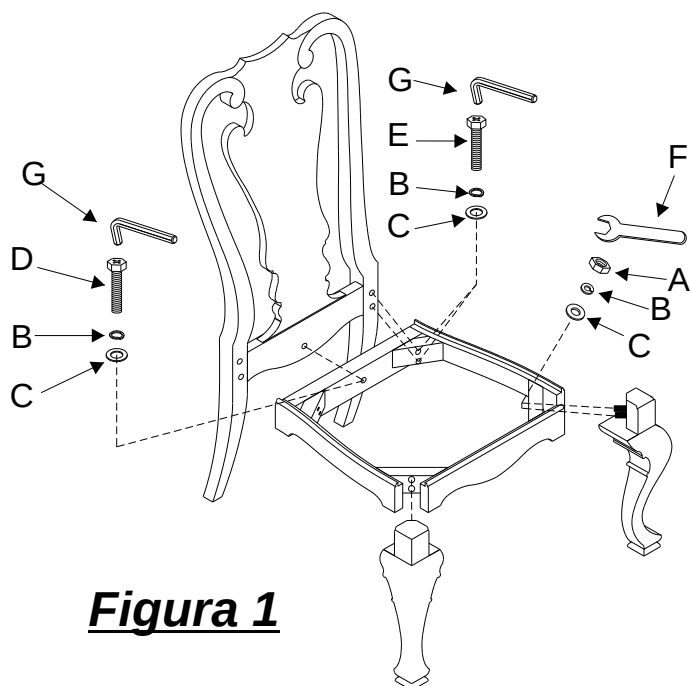

Figura 1
1. Sujetar el **Asiento** al respaldo las patas detrás con los **Tornillos (E&D)**, antemano colocados con una **Arandela de Parada (B)** y una **Arandela Plana (C)**. Apretar con el **Jalón Allen (G)** sin apretar demasiado durante el montaje. Véa **Figura 1**.
2. Sujetar el **Asiento** a la patas de delante con una **Arandela Plana (C)**, una **Arandela de Parada (B)** y una **Tuerca (A)** sobre los tornillos de las patas. Apretar con el **Jalón (F)** sin apretar demasiado durante el montaje. Véa **Figura 1**.